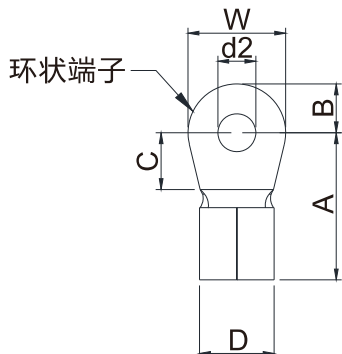
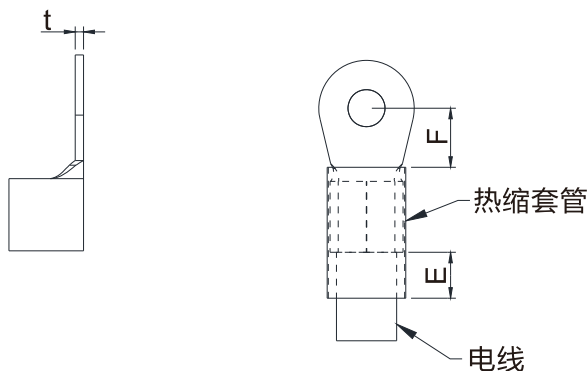

图 5-10
图 5-11
- 主回路端子接线使用环状端子，请见图 5-10 与图 5-11，其他接线方式则须符合当地国家规定。